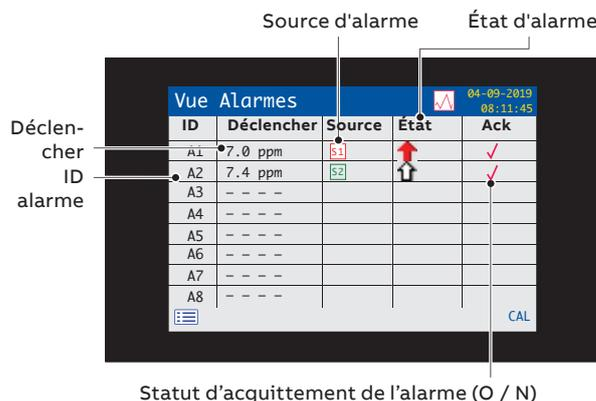

Figure 10 Vue Alarmes
- **Vue Alarmes** – affiche une liste d'alarmes, leur source et leur statut – voir Figure 10